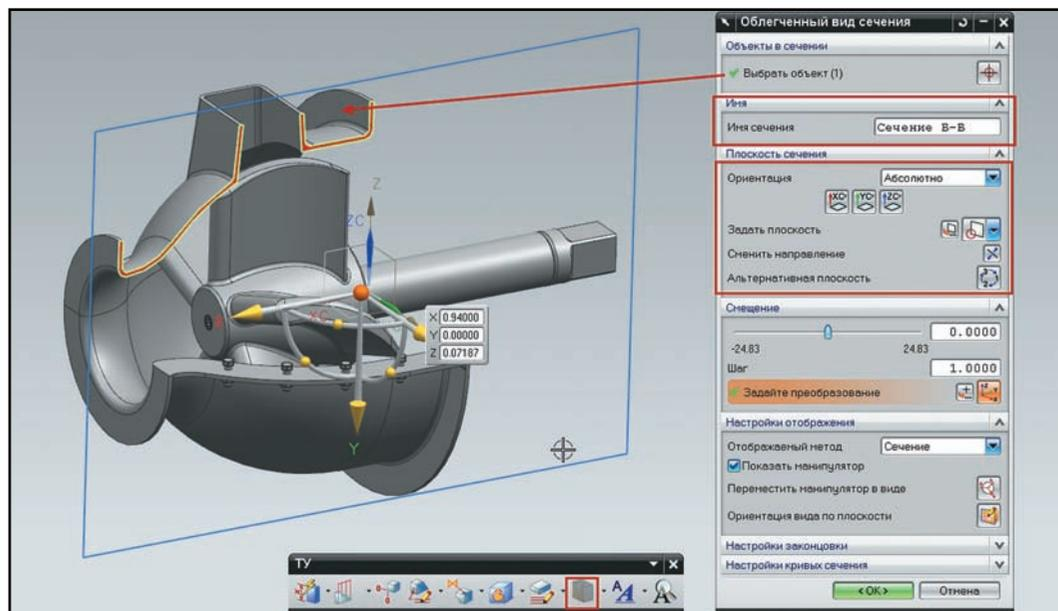

Рисунок 9.43. Создание сечения вида
- Двойным щелчком на виде **Трехмерный** сделайте его рабочим и запустите вторую команду создания сечения **Облегченный вид сечения (Lightweight Section View)** на инструментальной панели **TU** (рис. 9.43).